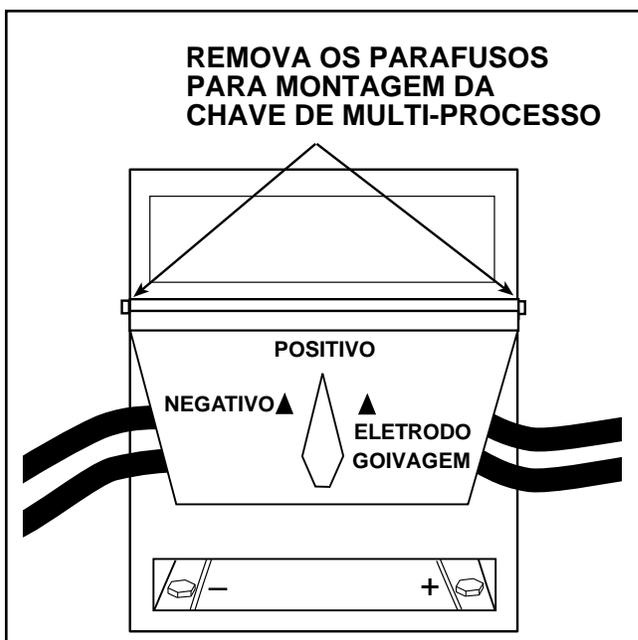

FIGURA C.2 - REMOÇÃO DO PAINEL LATERAL
4. Remova os dois parafusos centrais da parte da frente que fixam os painéis de dois lados da fonte. Veja a Figura C.2.